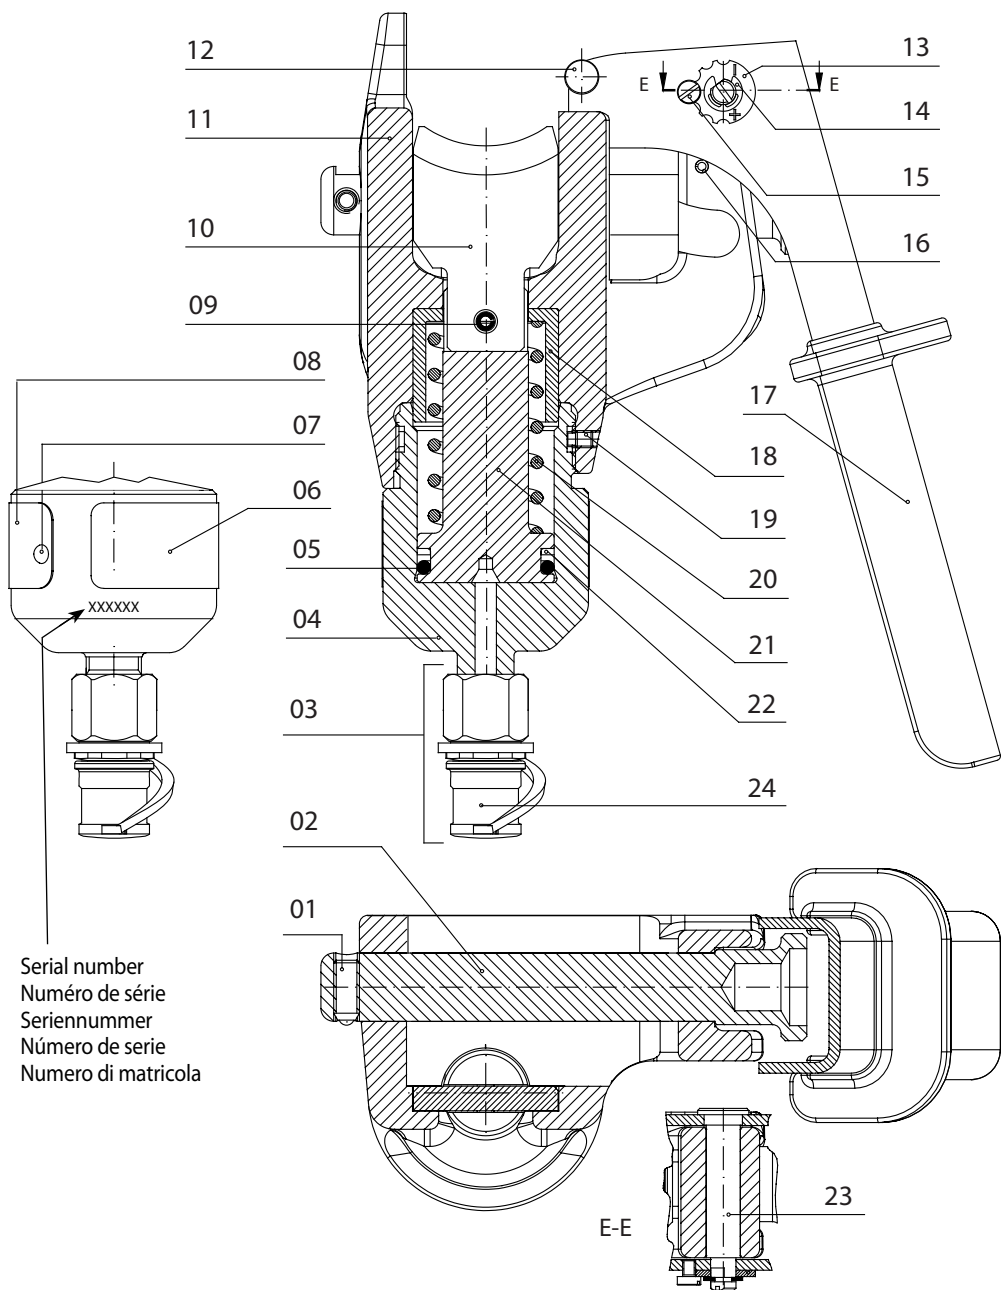

FIG. 8
- Con testa priva del gruppo matrici azionare la pompa e far avanzare la lama (10) fino a mettere in vista la spina elastica (09) sul pistone (21).
- Con un attrezzo appuntito espellere la spina elastica (09) liberando così la lama (10).
4. LISTA DEI COMPONENTI (Rif. a Fig. 8)